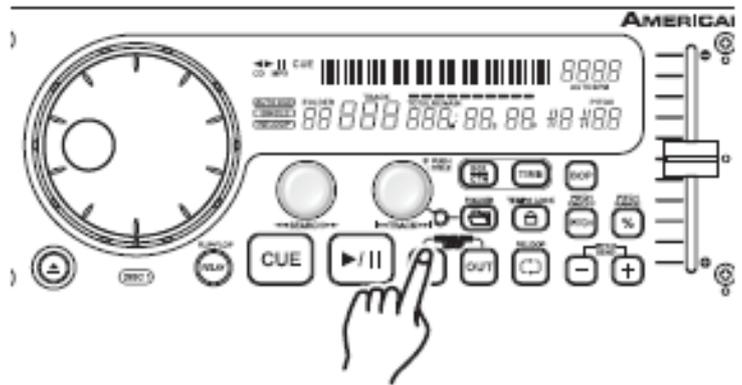

Figure 34
2) Appuyez sur le *BOUTON IN* (17) (Figure 34) au point où vous souhaitez placer votre BOP.